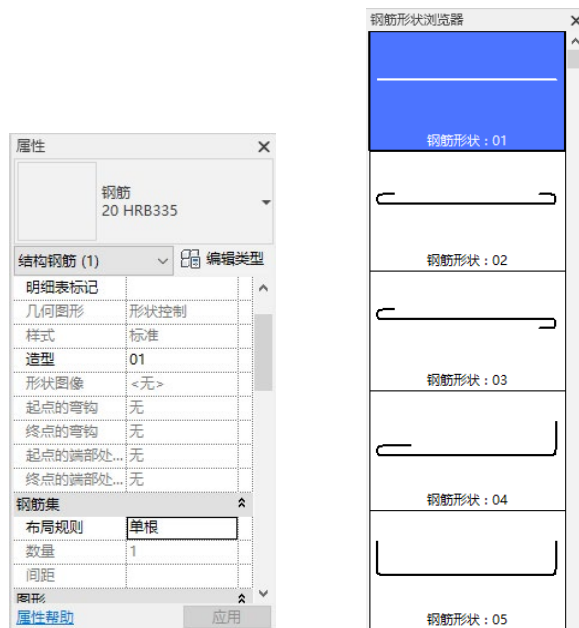

图 15-98 选择钢筋形状
(9) 在“属性”选项板中选择“钢筋 20 HRB300”类型，设置布局规则为单根，在“造型”栏下拉列表中选择“01”或在“钢筋形状浏览器”中选择“钢筋形状：01”，如图 15-98 所示。